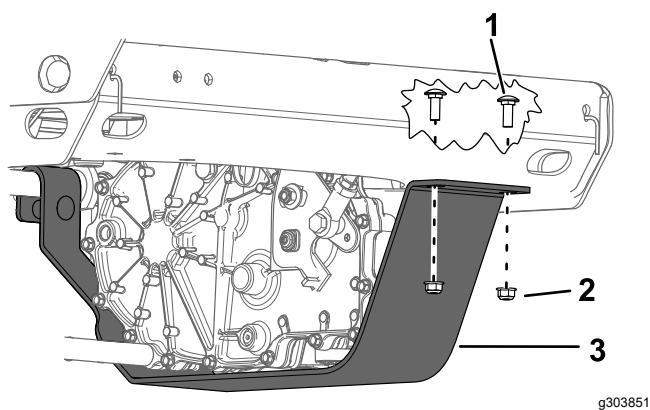

Figure 63
4. Retirez les 2 boulons et écrous des protections de la boîte-pont (Figure 63).
8. Faites pivoter les protections de la boîte-pont vers le haut et fixez chacune d'elle avec 2 boulons et 2 écrous (Figure 63).